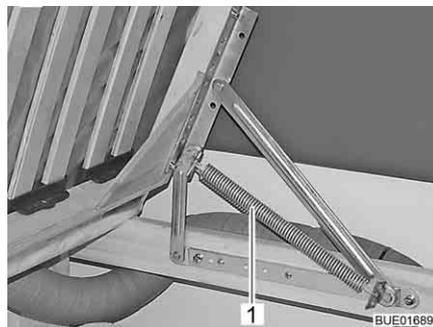

Fig. 80 Cama fija
- Levantar el somier. Los resortes (Fig. 80,1) retendrán el somier en la posición abierta.